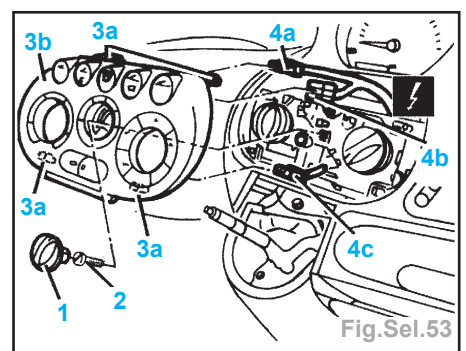

Fig.Sel.53
- la garniture des commandes de climatisation (Fig.Sel.53),